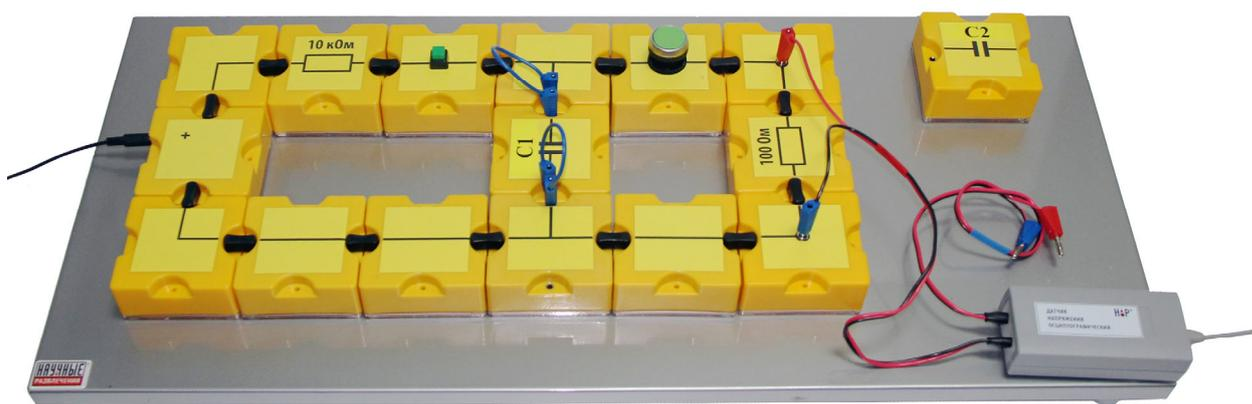

Рис.1. Лабораторный стенд
Лабораторный стенд (рис.1) выполнен в виде собираемой из набора пластиковых монтажных элементов схемы на магнитной основе, включая сопротивления, емкость, источник ЭДС, кнопки-выключатели для замыкания цепи и монтажные перемычки.
В состав лабораторной установки входят элементы, собранные в схему для исследования разрядки конденсатора. Для замыкания цепи зарядки конденсатора и для осуществления его разряда через резистор используются кнопки-выключатели без фиксации. Соединение элементов электрических цепей производится с помощью монтажных перемычек, а также с помощью гибких проводов со штекерными разъемами, которые применяются для включения в цепь элементов, варьируемых в ходе опыта. Ряд элементов схемы имеют на верхней поверхности гнезда для подключения штекеров, например, для присоединения измерительного кабеля осциллографического датчика напряжения к активному сопротивлению R_0 (рис.1).
1. Соберите RC цепь с выключателем и параллельно ей подсоедините последовательно соединенные источник питания, сопротивление и выключатель (рис.1);